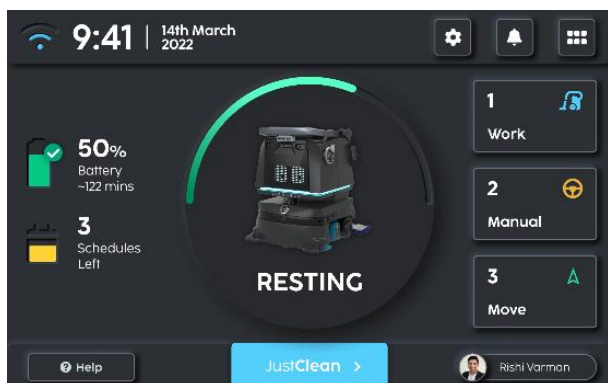

Fig. 1
1. Sur l'écran « HOME (ACCEUIL) », sélectionnez « Just Clean (Nettoyer uniquement) » (Fig1).